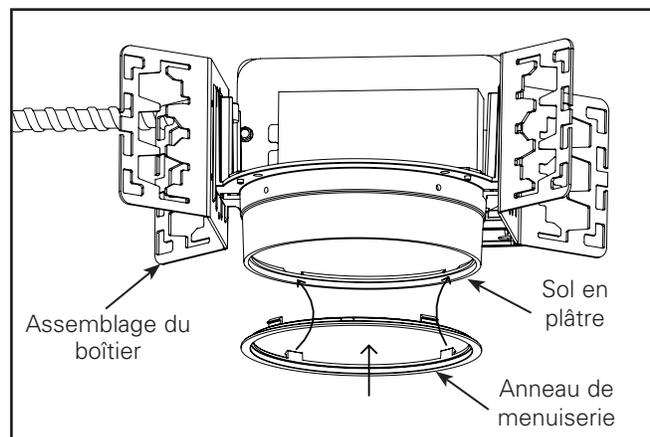

Figure 2
**Étape 2 :** Fixez l'anneau de menuiserie au boîtier en alignant les boutons-pression de l'anneau sur les encoches du sol en plâtre et poussez fermement l'anneau de menuiserie vers le haut. Voir les Figures 2 et 3.